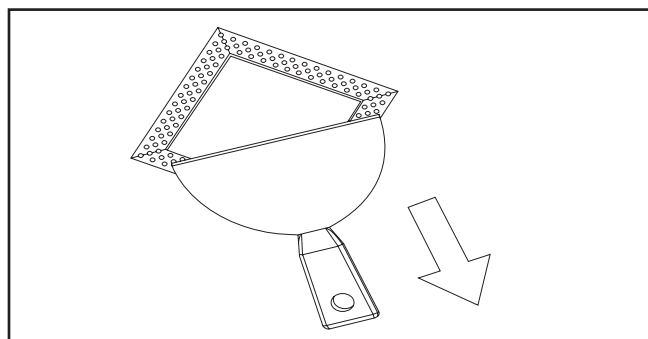

Figura 4.
**Nota:** Luego de haber llenado las cuatro bridas, es posible que la tira de compuesto presente algunas protuberancias. Para eliminar dichas protuberancias, pase un cuchillo de 8" (20,3 cm) en forma diagonal por toda la tira, moviéndola hacia los lados (Figura 4).